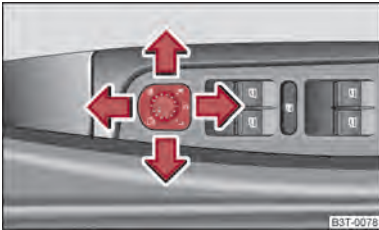

Abb. 55 Türinnenteil: Drehknopf
- Stellen Sie den Drehknopf in die Position  ⇒ Abb. 55.
Wenn der Drehknopf in Position **R** ⇒ Abb. 55 steht und der Rückwärtsgang eingelegt wird, kippt die Spiegelfläche etwas nach unten. Dadurch wird beim Einparken die Sicht zur Bordsteinkante ermöglicht.